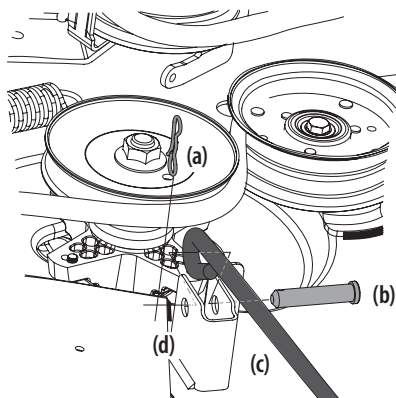

Figura 44
- b. Extraiga el tercer pasador con unión curva (a) del pasador de horquilla (b) que sujeta la varilla de control de la plataforma delantera (c) al soporte delantero de elevación de la plataforma (d). Extraiga los pasadores de horquilla (b). Consulte la Figura 44.